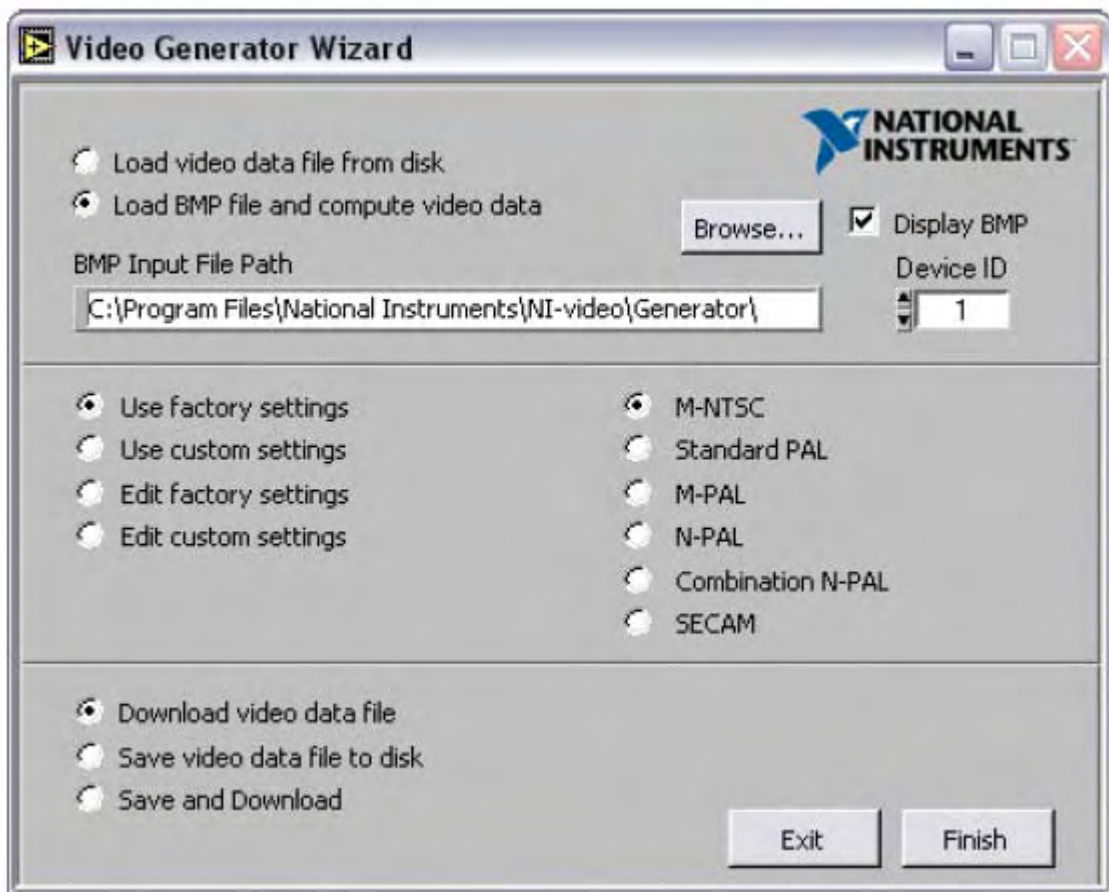

Рис. 5. Диалоговое окно мастера NI Video Generator Wizard
1. Запустите мастер NI Video Generator Wizard (рис. 5), выбрав **Пуск»Программы»National Instruments Composite Video Generator»Video Generator Wizard**.
2. Чтобы сгенерировать сигнал на основе растрового изображения и установок по умолчанию выполните следующие действия (рис. 5):